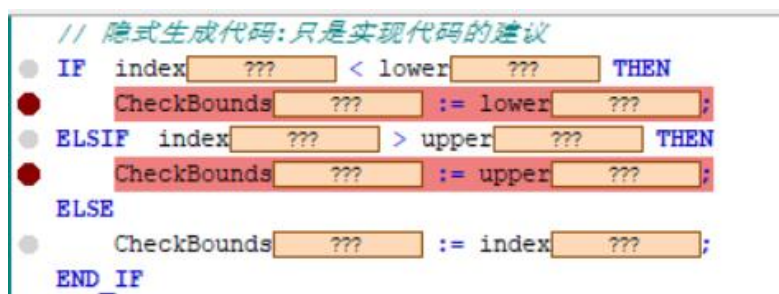

图 16.17 在程序中添加断点并激活
- 登录 PLC，停止程序运行，在新增的绑定函数“CheckBounds”里面的代码“CheckBounds := lower;”和“CheckBounds := upper;”处添加断点并激活（快捷键 F9），如图 16.17 所示；